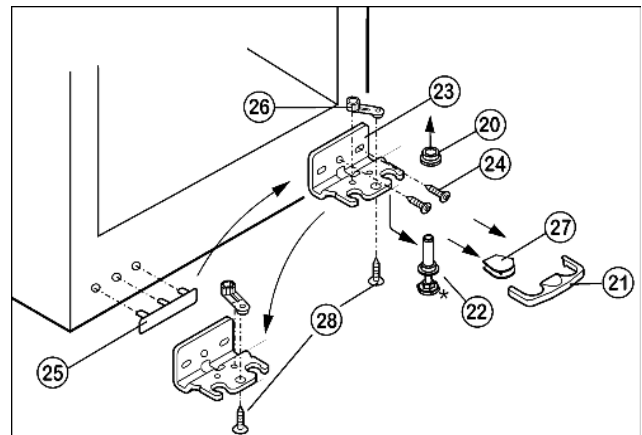

Fig. 9
- ▶ Enlever le dispositif Fig. 9 (21) d'arrêt vers l'avant.
- ▶ Enlever le cache Fig. 9 (27) en bas.\*
- ▶ Visser entièrement le pied réglable Fig. 9 (22).
- ▶ Enlever le pivot Fig. 9 (22) vers le bas et vers l'avant. Ce faisant, respecter la douille de charnière Fig. 9 (20).
- ▶ Dévisser la charnière Fig. 9 (23) (2 x vis Torx 25) Fig. 9 (24).
- ▶ Dévisser l'élément pivotant Fig. 9 (26) (1 x vis Torx 25) Fig. 9 (28) et le replacer dans le logement opposé de la charnière, puis le revisser.
- ▶ Soulever avec précaution le cache Fig. 9 (25) du côté poignée et le déplacer.
- ▶ Revisser la charnière Fig. 9 (23) sur le nouveau côté charnière, éventuellement à l'aide d'une visseuse sans fil, en opérant au travers du trou oblong extérieur et du trou circulaire.
- ▶ Mettre le cache Fig. 9 (27) sur le côté opposé.\*
- ▶ Le dispositif d'arrêt (21) doit s'enclencher latéralement sur la charnière afin de protéger les pivots d'appui et la porte.
- ▶ Remplacer le dispositif d'arrêt (21) sur la charnière.
- ▶ Remettre en place la douille de charnière Fig. 9 (20).
- ▶ Placer la porte par le haut sur le pivot inférieur Fig. 9 (22).
- ▶ Dévisser la vis du milieu de la charnière inférieure Fig. 9 (23).\*
- ▶ Placer la vis du milieu sur la charnière *Fig. 9 (23)* inférieure dans un trou oblong vide.\*
- ▶ Si nécessaire, ajuster la porte au-dessus des deux trous oblongs dans la charnière *Fig. 9 (23)* inférieure en alignement avec l'habillage de l'appareil.